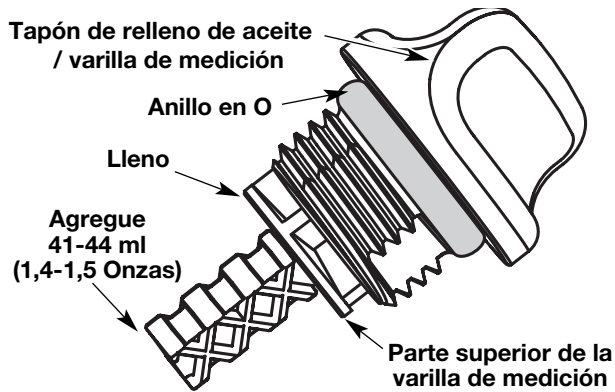

Fig. 15
5. Retire el tapón de relleno de aceite / varilla de medición e inspeccione el nivel del aceite. El aceite debe llegar hasta la parte superior de la varilla de medición (Fig. 15).